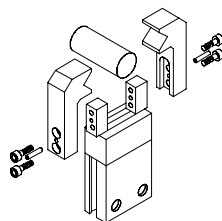

Bild 10
- Skruva fast en fästskruv i varje gängat hål på gripbackarna (se Bild 10).